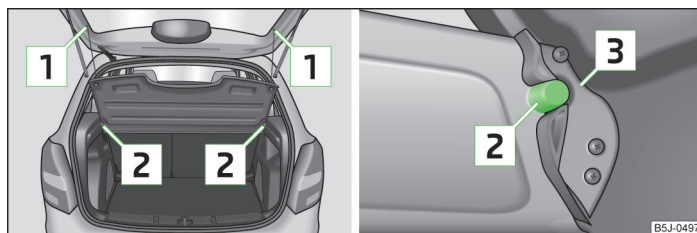

Fig. 48 Smontaggio della cappelliera
- Sganciare i nastri di fissaggio [1] » fig. 48.
- Gli alloggiamenti sulla copertura [3] » fig. 48 devono essere innestati nei supporti del rivestimento laterale [2].
- Gli alloggiamenti della copertura [3] devono essere innestati nei supporti del rivestimento laterale» fig. 48 [2].